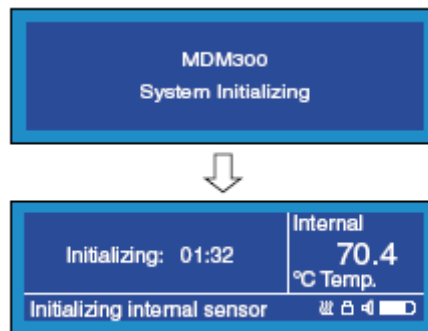

图 4.3 开机初始化
3. 用位于仪表顶部的电源开关（第 3 项，图 2.1）开机。仪表有显示，系统初始化后显示测量初始化（见图 4.3）。